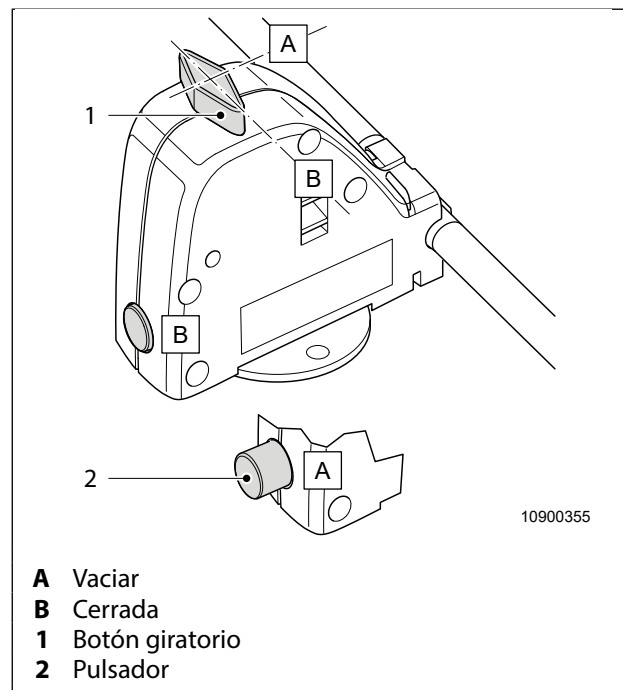

Fig. 61 Caldera de agua caliente Truma FrostControl
3. Girar el botón giratorio (Fig. 61, pos. 1) 90° de la posición B "Cerrada", hasta que engatille en la posición A "Vaciar". El pulsador (Fig. 61, pos. 2) saltará hacia fuera.
1. Girar el botón giratorio (Fig. 61, pos. 1) 90° de la posición A "Vaciar", hasta encajar en la posición B "Cerrada".
2. Hundir el pulsador (Fig. 61, pos. 2).